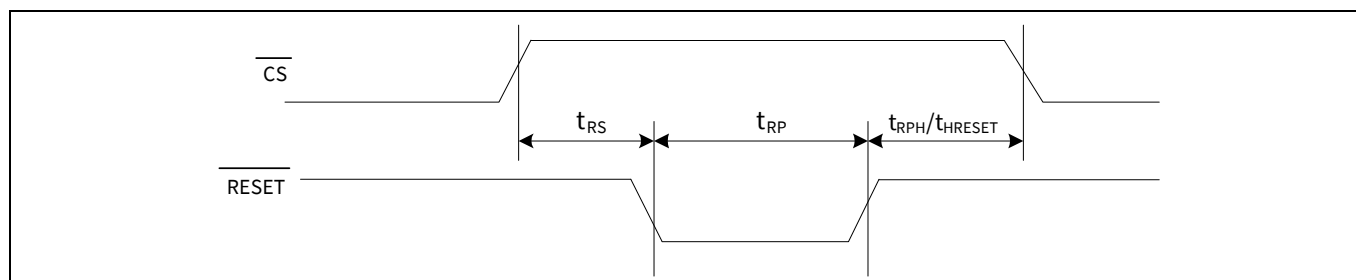
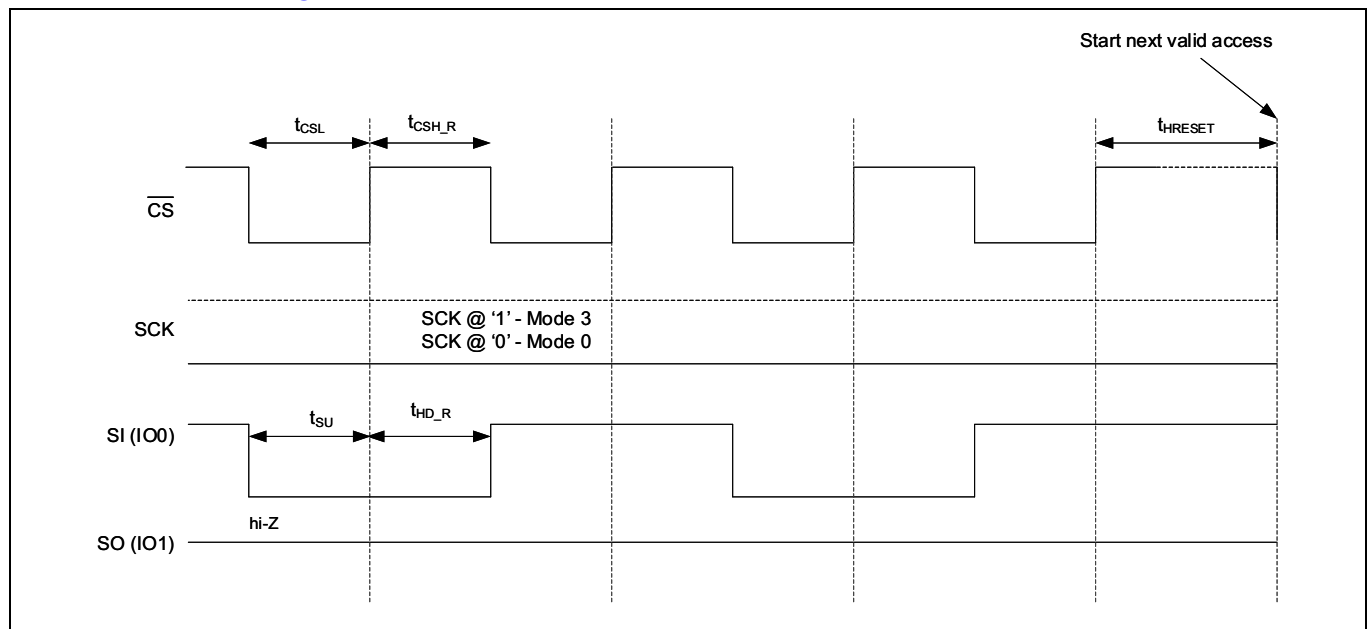

Figure 110 $\overline{\text{RESET}}$ タイミング - SPI; QUAD セット (CR1[1] = 「1」) または QPI 有効 (CR2[6] = 「1」)
Figure 112 JEDEC SPI リセット
ハードウェアリセット入力 (RESET) は $\overline{\text{RESET}}/(\text{I/O3})$ で多重化され、CY15x104QSN デバイスではアクティブ LOW 信号です。さまざまな SPI インターフェースでのハードウェアリセット (RESET) ピンの設定は **Table 21** を参照してください。 $\overline{\text{RESET}}$ ピンが LOW にされると、CY15x104QSN は自己初期化し、自身の設定を電源投入時の状態に戻します。 $\overline{\text{RESET}}$ サイクル後の異なるレジスタ設定は **Table 59** を参照してください。 $\overline{\text{RESET}}$ が発行されると、CY15x104QSN はリセット サイクルを完了するために $\overline{\text{RESET}}$ の立ち上りエッジから $t_{\text{RPH}}/t_{\text{HRESET}}$ 時間がかかります。 t_{RPH} 時間中は CY15x104QSN にアクセスできなくなります。**Figure 110** ~ **Figure 112** は異なるリセット モードでの RESET タイミングを示します。
- RESET ピンは QPI モードで I/O3 で多重化されます。QPI モードでハードウェア ($\overline{\text{RESET}}$) を使用する場合、 $\overline{\text{CS}}$ が HIGH の時に $\overline{\text{RESET}}$ 入力として I/O3 を使用できるように CR2[5] ビットを「1」に設定する必要があります。**Figure 110** は QPI モードでの $\overline{\text{RESET}}/(\text{I/O3})$ タイミングを示します。
タイミング詳細は、Figure 112 を参照してください。